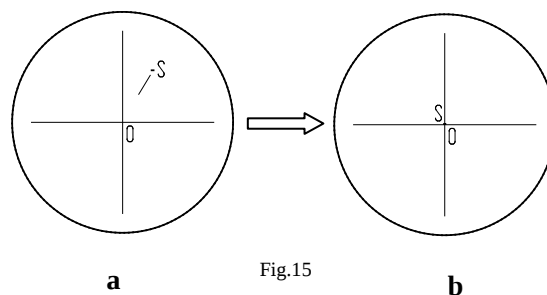

Fig.15
- (5) Tire de la varilla de empuje-arrastre 3 para comprobar que la imagen sea clara. Si no lo es, ajuste con el mando de control de enfoque hasta que lo consiga.
- (6) Si existe un estricto requisito de sincronización para los oculares y las imágenes fotográficas (consistencia entre el centro y la dirección de la imagen), se necesitará realizar un ajuste de sincronización de la siguiente:
a. Pulse sobre la varilla de empuje-arrastre y observe con los oculares. Encuentre un punto de referencia en el campo de visión (un blanco fácilmente identificable, como por ejemplo el punto S en la Fig. 15-a), y muévelo al centro del campo de visión. Si existen divisiones, mueva el objetivo a la intersección del retículo del ocular dividido, tal y como se muestra en la Fig. 15-b.